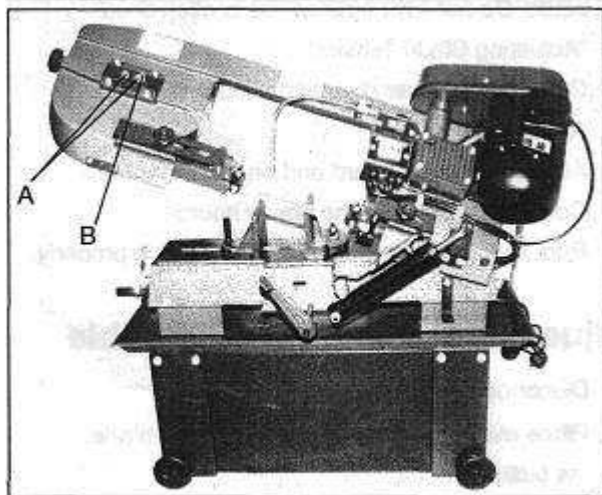

Fig.13
5. Desserrez les boulons (A, Fig. 13).